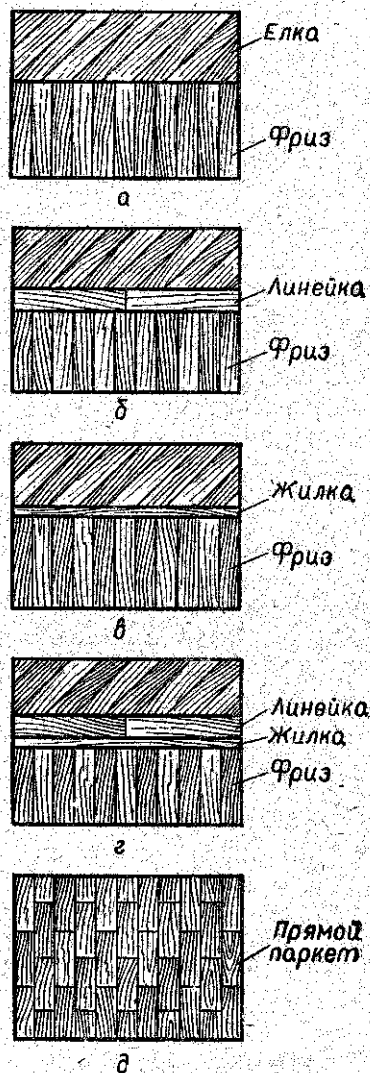
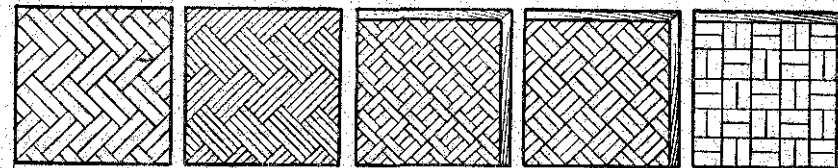

Рис. 216. Способы укладки штучного паркета:
Рис. 217. Улучшенный рисунок штучного паркета.
3. Определить способ укладки паркета (рис. 216). Паркет, уложенный в один ряд, настилают в небольших помещениях и узких коридорах. Штыки штучного паркета могут располагаться по-разному. Штучный паркет кладут с фризом без окантовки и с фризом с линейкой, с фризом с жилкой и линейкой. Часто паркет укладывают в елку по длине помещения от двери к окну. Из штучного паркета можно набрать улучшенные рисунки (рис. 217) в виде квадратов.